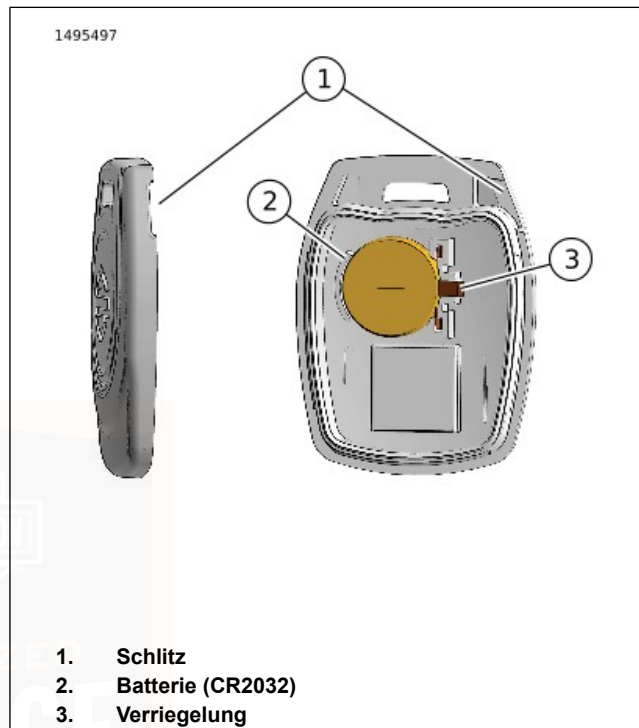

Abbildung 24. Schlüsselanhängerbatterie austauschen
- Siehe Abbildung 24. Die Seriennummer auf dem Schlüsselanhänger befindet sich auch auf der Innenseite des Schlüsselanhängers.
1. Siehe Abbildung 24. Zum Öffnen des Schlüsselanhängers den Schlitz (1) mit einem dünnen Gegenstand drehen.
2. Die Batterie (2) herausnehmen und gemäß den örtlichen Bestimmungen entsorgen.